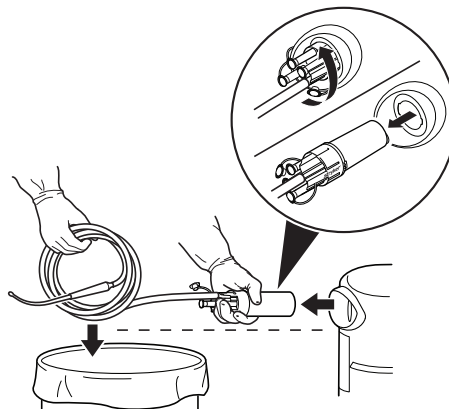

Figura 8 Rimozione del collettore e della cannula
4. Ruotare il collettore fino a sbloccarlo, quindi estrarre dall'attacco il collettore e la cannula di aspirazione ad esso collegata tenendo sempre il collettore in posizione orizzontale (Figura 8).